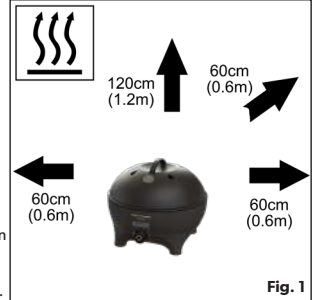

Fig. 1
- No utilice la barbacoa a menos de 60 cm de materiales combustibles. Las distancias mínimas de seguridad son: 1.2 m por encima de la barbacoa. En la parte trasera y laterales 60cm (Ver Fig. 1).